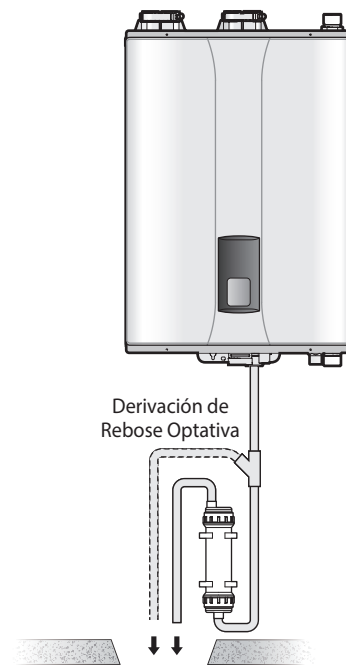

Figura 2. Instalación Vertical
- Si el neutralizador se monta verticalmente, asegúrese de que la salida quede más arriba que la entrada (Figura 2).